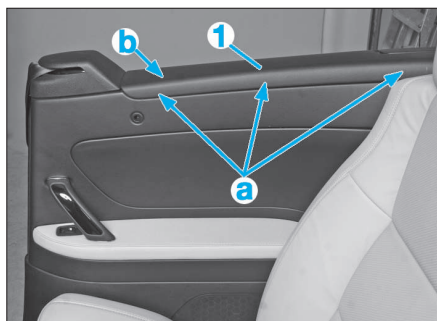

FIG. 90
- Dégrafer la garniture supérieure (1) en (a) (Fig.90).
- Dégager la garniture (1).
- Dégrafer la garniture supérieure (1) (b).
- Déposer la garniture (1).